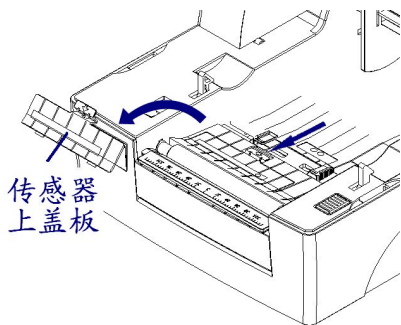

图 3.2.1
- 2) 按照传感器上盖板上的箭头方向扳动扳手，然后翻转取下传感器上盖板；（见图 3.2.1）